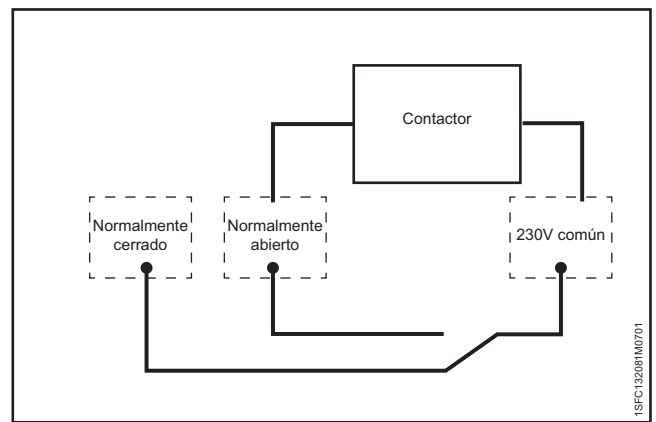

Figura 7.8
Cada relé tiene tres terminales: un terminal común (COM), un terminal normalmente abierto (NO) y un terminal normalmente cerrado (NC). Consulte la **Figura 7.8**.